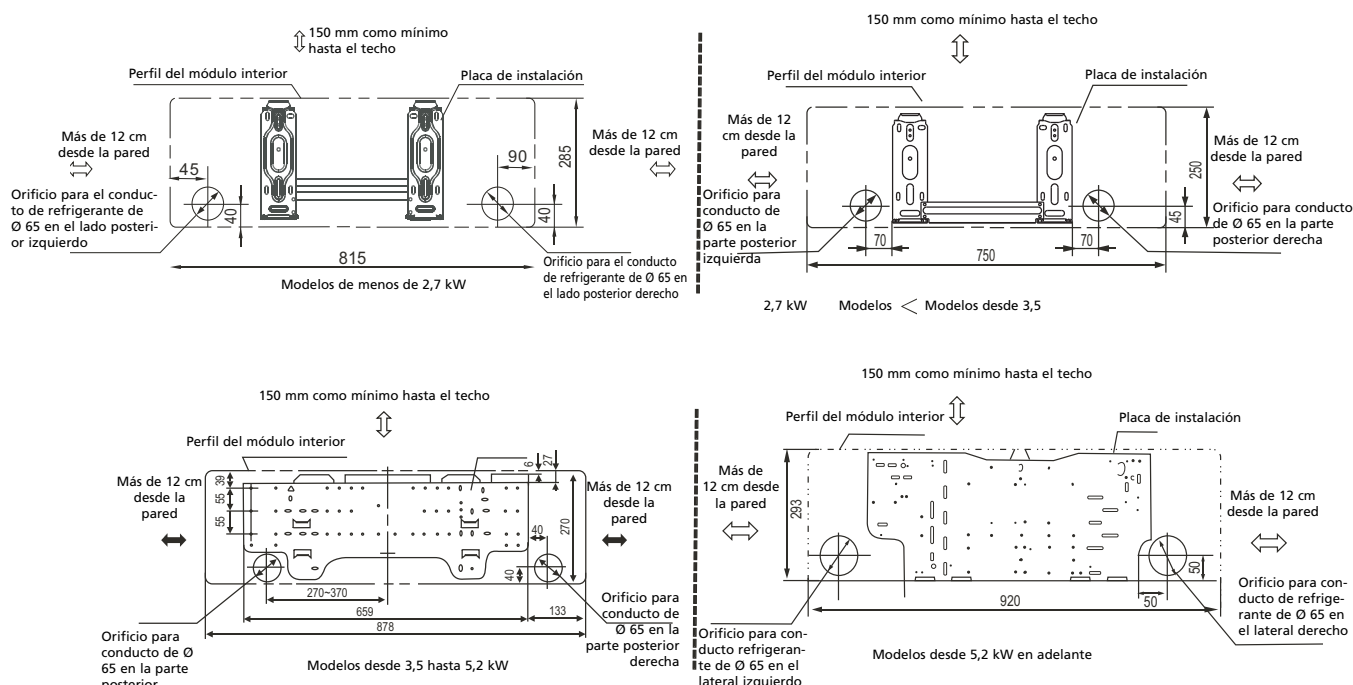

Fig. 5
1. Determine la posición del orificio de acuerdo con el diagrama indicado en la fig. 5. Practique un ① orificio de 65 mm en dirección ligeramente descendente hacia el exterior, con el fin de evitar que el agua penetre en el interior.